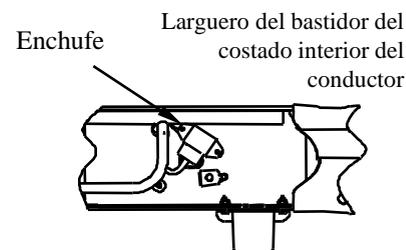

Figura 4a
2. **En vehículos Pickup con controlador de freno de remolque OE:** Reubique el enchufe eléctrico que se encuentra en el interior del bastidor del costado del conductor por encima de la rueda posterior (ver Figura 4a). El enchufe se puede retirar del bastidor al aflojar los dos pernos en el exterior del bastidor y empujando las cabezas del perno a través de las ranuras del orificio de la llave como se muestra en la Figura 4b. Una el enchufe al soporte angular que se suministra con el kit de montaje. El soporte se instalará en el interior del bastidor con un perno de 5/8" en un paso de instalación posterior.